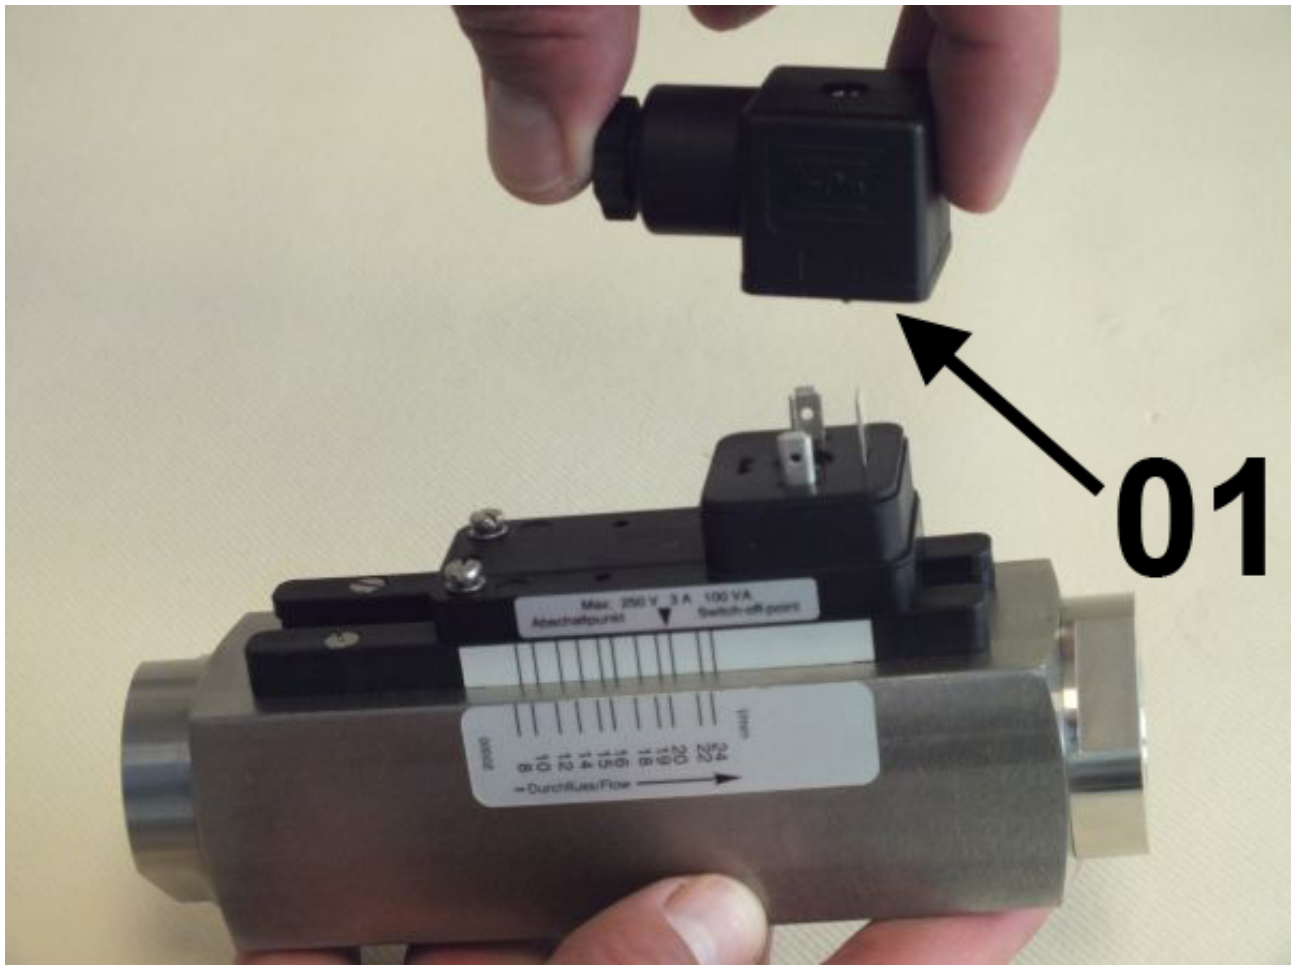

Abb. 67: Steckerdose abziehen
**2.** ➤ Steckerdose mit dazugehöriger Dichtung (Abb. 67/01) nach oben abziehen